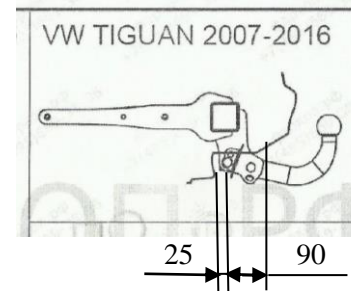

Рис.2. Установить бампер на место.
4.5 Для Фольксваген Тигуан (4WD) 2007-2016 г.в. в бампере сделать вырез – в центре снизу, 65 мм шириной и 90 мм длиной, отступив от ребра бампера на 25 мм как показано на рис.2.